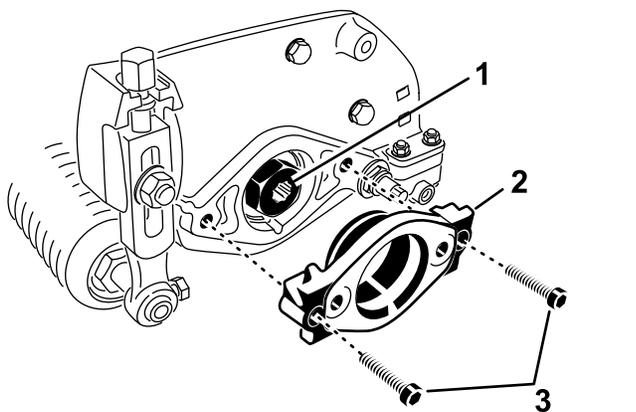

図 7
2. カッティングユニットの左側にモータマウントを固定している六角ボルト2本を外す。モータマウント取り付け部を取り外す **図 7**。
3. 駆動スプライン内側面にグリスを塗る **図 7**。
4. カッティングユニット左側で、モータマウントのOリングに薄くオイルを塗り、先ほど取り外した六角ボルト2本を使ってモータマウントをカッティングユニットに取り付ける **図 7**。ボルトを16-20 N·m 3.7-4.6 kg·m = 12-15 ft·lbにトルク締めする。